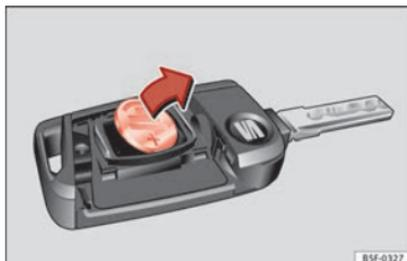

Fig. 133 Chiave del veicolo: estrarre la batteria.
- Estrarre la batteria dal vano con un oggetto fino adatto» **fig. 133.**
- Collocare la nuova batteria come illustrato» **fig. 133** e inserirla nel vano batteria nella direzione contraria a quella indicata dalla freccia» **👉.**